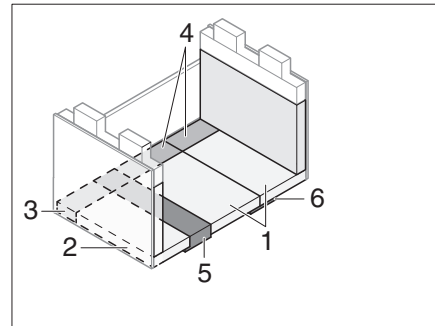

Fig. 209 Après la transformation
- Placer les coussins d'assise, de dossier et supplémentaire comme montré dans Fig. 209.
-  ▷ Pour augmenter le confort de couchage, il est possible de retirer l'élément supplémentaire du coussin de dossier (Fig. 209,2).